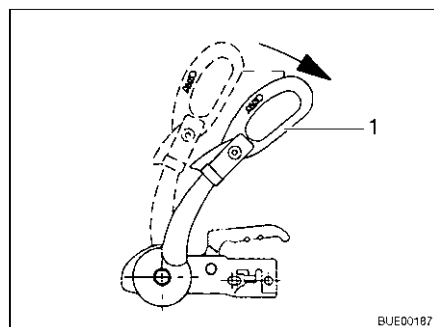

Fig. 209 Poignée de stabilisation
- Ouvrir la poignée de stabilisation (Fig. 209,1).